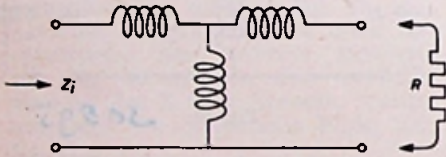

Fig. 56
**E. T-cel opgebouwd uit zelfinducties, belast met een ohmse weerstand (fig. 56)**